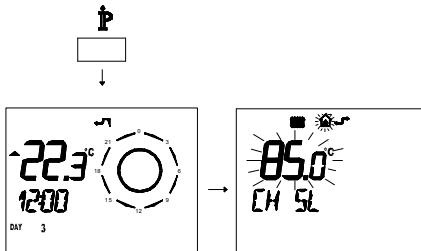

Figura 5.63
- Premere per più di 3 secondi il pulsante \mathbb{P} per entrare in modalità *INFO* (Figura 5.63).